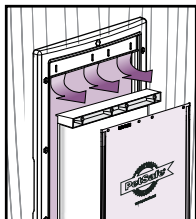
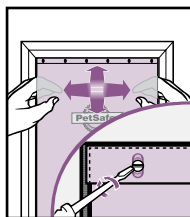

FIG. 15
FIG. 16
3. Hvis du skal skifte ut den isolerte klaffen må du fjerne klaffklemmen med den festede isolerte klaffen (**Fig. 15**). Fjern skruene, den isolerte klaffen og støtteplaten fra baksiden av klaffklemmen. Sett inn den isolerte klaffen mellom klaffklemmen og støtteplaten. Skift ut og stram skruene (**Fig. 16**).